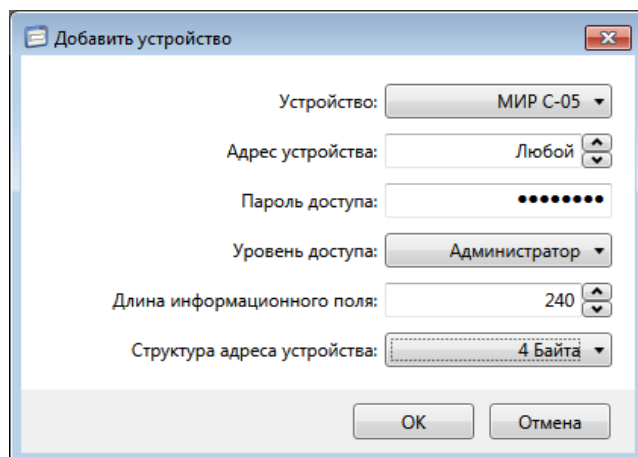

Рисунок 9.12 – Добавление счетчика в канал связи
9.5.5.6 В появившемся окне указать тип устройства, которое требуется подключить, указать адрес устройства, указать уровень доступа *Администратор*, ввести пароль администратора и нажать кнопку *OK* (рисунок 9.12).